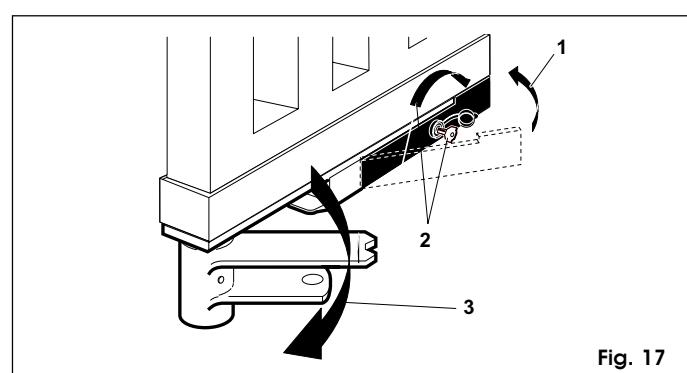

Fig. 17
- ramener la clé dans sa position de repos (fig. 17-rep. 1)
- insérer la clé de déverrouillage dans la serrure et la tourner jusqu'à l'arrêt dans la direction opposée au pilier (fig. 17-rep. 2)
- actionner manuellement le vantail jusqu'à l'engagement de la serrure sur la patte de blocage (fig. 17-rep. 3)